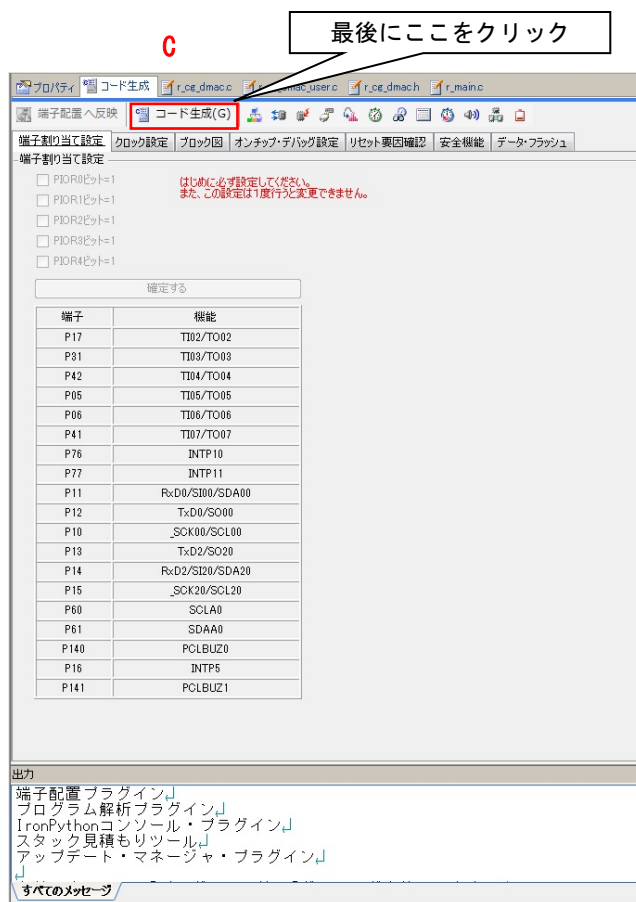

図 2.3 コード生成ツールの設定画面 (3)
- (4) 全ての機能の設定を完了したら、画面上部にある[コード生成 (G)]ボタンをクリックして、コード生成 (ソースコードの自動生成)を行います。(図 2.3 の C)